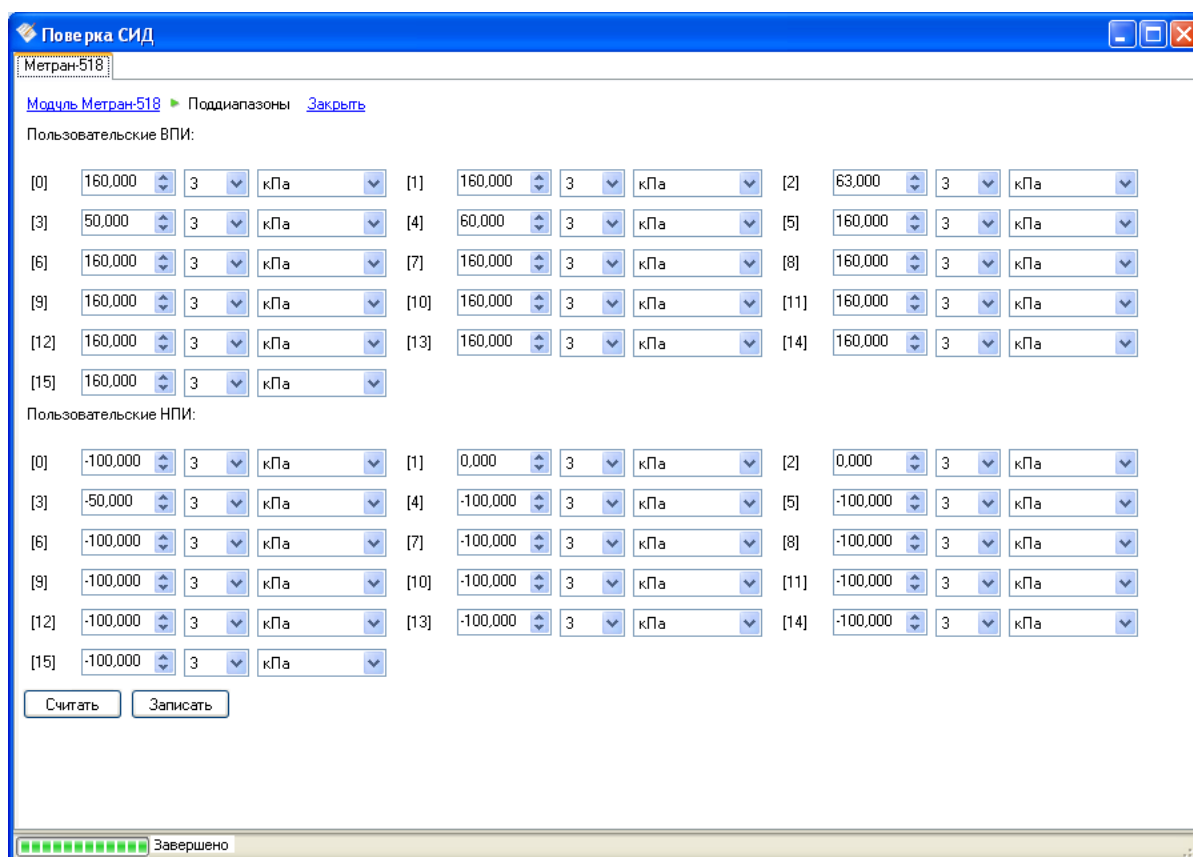

Рисунок 4.104 – Настройка пользовательских поддиапазонов модуля Метран-518
- Выбор и редактирование поддиапазонов (см. Рисунок 4.104);
Для редактирования значений пользовательских поддиапазнов следует выбрать режим «Поддиапазоны» в режиме дистанционного управления модулем давления Метран-518. После чтения памяти модуля давления на экран выводятся ячейки памяти, содержащие ВПИ и НПИ поддиапазнов, единицы измерений (см. Рисунок 4.104).